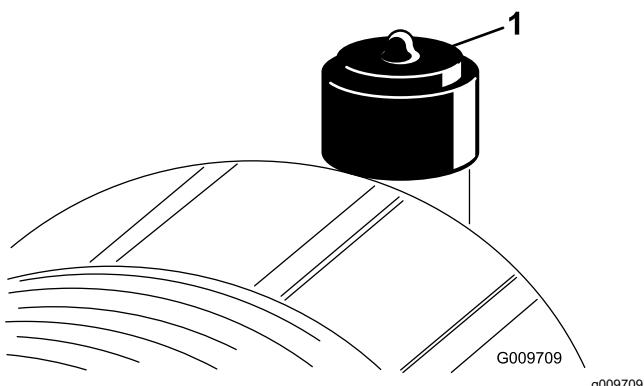

Bild 49
Warten Sie den Luftfilter nur, wenn die Wartungsanzeige dies angibt (Bild 49). Das frühzeitige Auswechseln des Luftfilters erhöht nur die Gefahr, dass Schmutz in den Motor gelangt, wenn Sie den Filter entfernen.
2. Stellen Sie die Anzeige (Bild 49) zurück, wenn sie auf Rot steht.